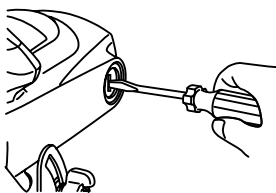
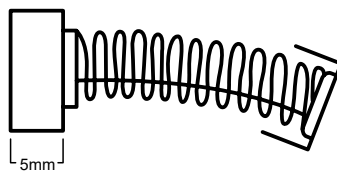

FIGURA 6.1
FIGURA 6.2
- Para inspeccionarlo, use un destornillador para retirar las tapas de los portaescobillas cuando estén accesible (figura 6.1). Sustitúyalas cuando estén con desgaste que imposibilite el funcionamiento del producto o 5mm, conforme figura 6.2. A seguir cierre las tapas de los portaescobillas.